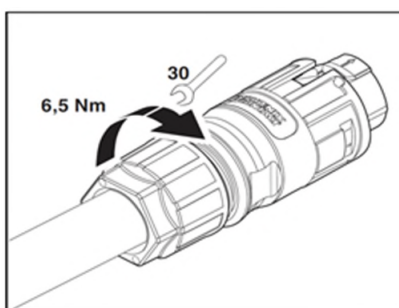

Abb. 17: Kabelverschraubung festziehen
- o Schieben sie den Kontaktträger in das Gehäuse, bis er deutlich hörbar einrastet (Abb. 17).